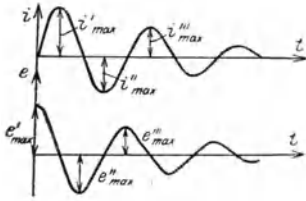

Abb. 25.
dann treten wirklich Schwingungen auf, die allmählich abklingen; sie werden durch den Widerstand  $R$  „gedämpft“ (Abb. 25).
**3. Gedämpfte Schwingungen.** Die Dämpfung durch den Widerstand  $R$  (Kennzeichen  $d$ ) bewirkt eine allmähliche Abnahme der Schwingungsweite  $i_{\text{mx}}$  bzw.  $e_{\text{mx}}$  nach einer Exponentialfunktion der Zeit (Abb. 25). Die Phasenverschiebung beträgt nicht mehr  $90^\circ$ , sondern
In der Abb. 25 ist  $\psi$  vernachlässigt, weil der Winkel meist sehr klein ist.
Aus der Schwingungskurve (Abb. 25) kann man berechnen